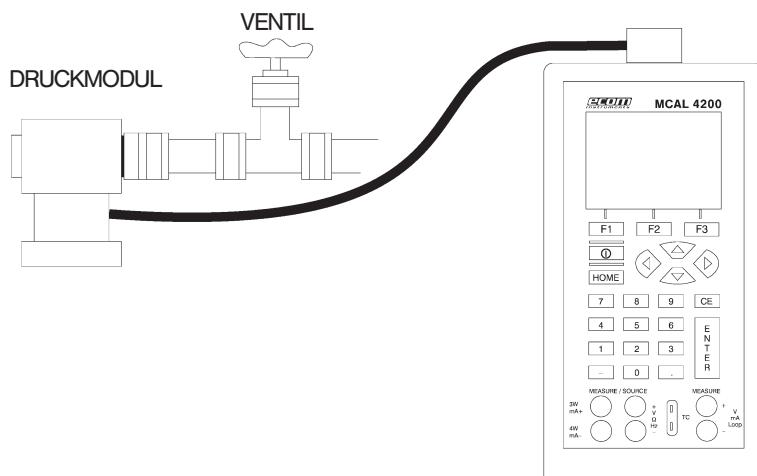

Abb. 18. Messung des Drucks mit dem Drucktransmitter
1. Die Prüfleitungen am Instrument und am Kalibrator wie in Abbildung 18 anschließen.